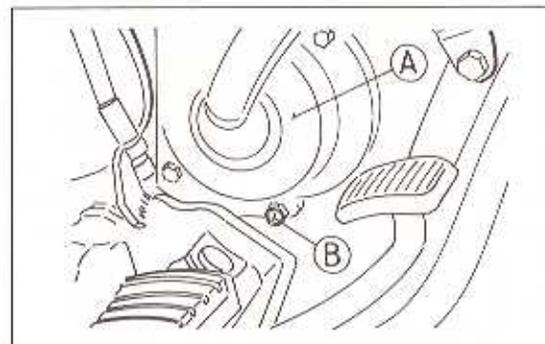

Bild 15
- Die Ablassschraube an der Kühlmittelpumpe herausdrehen (Bild 15).